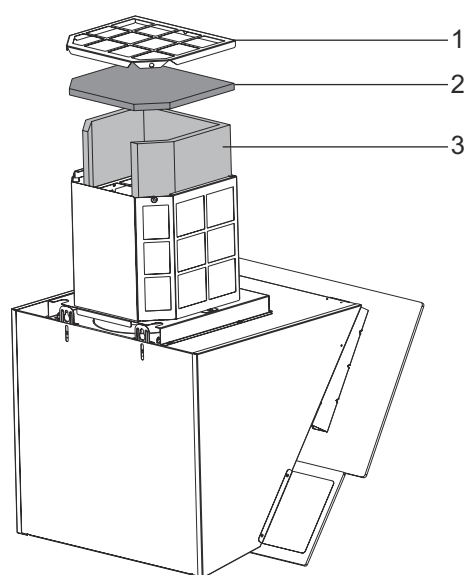

Fig. 13
- Fjern toppladen på kulfilter kabinettet for at komme ind til de vaskbare kulfilter puder (Fig. 13).
- Tag nu de vaskbare kulfilter puder ud (Fig. 13).